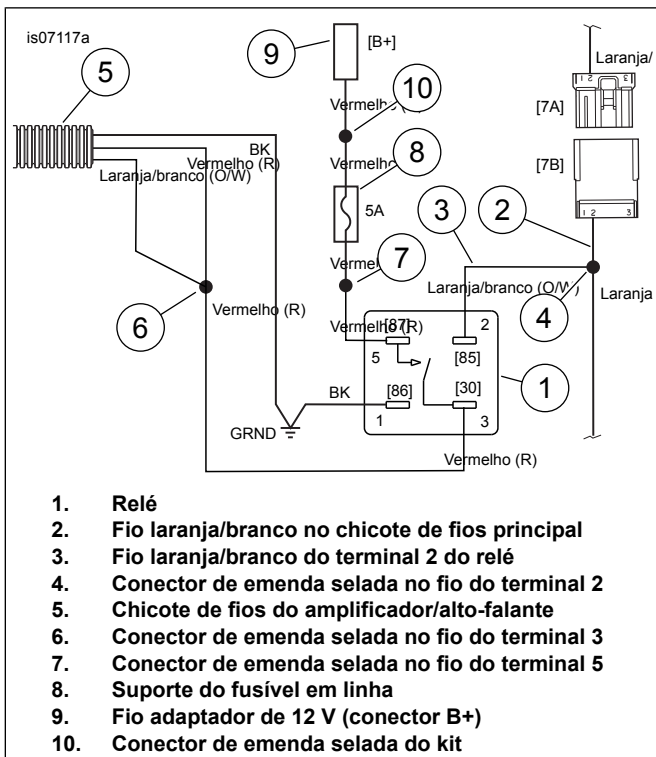
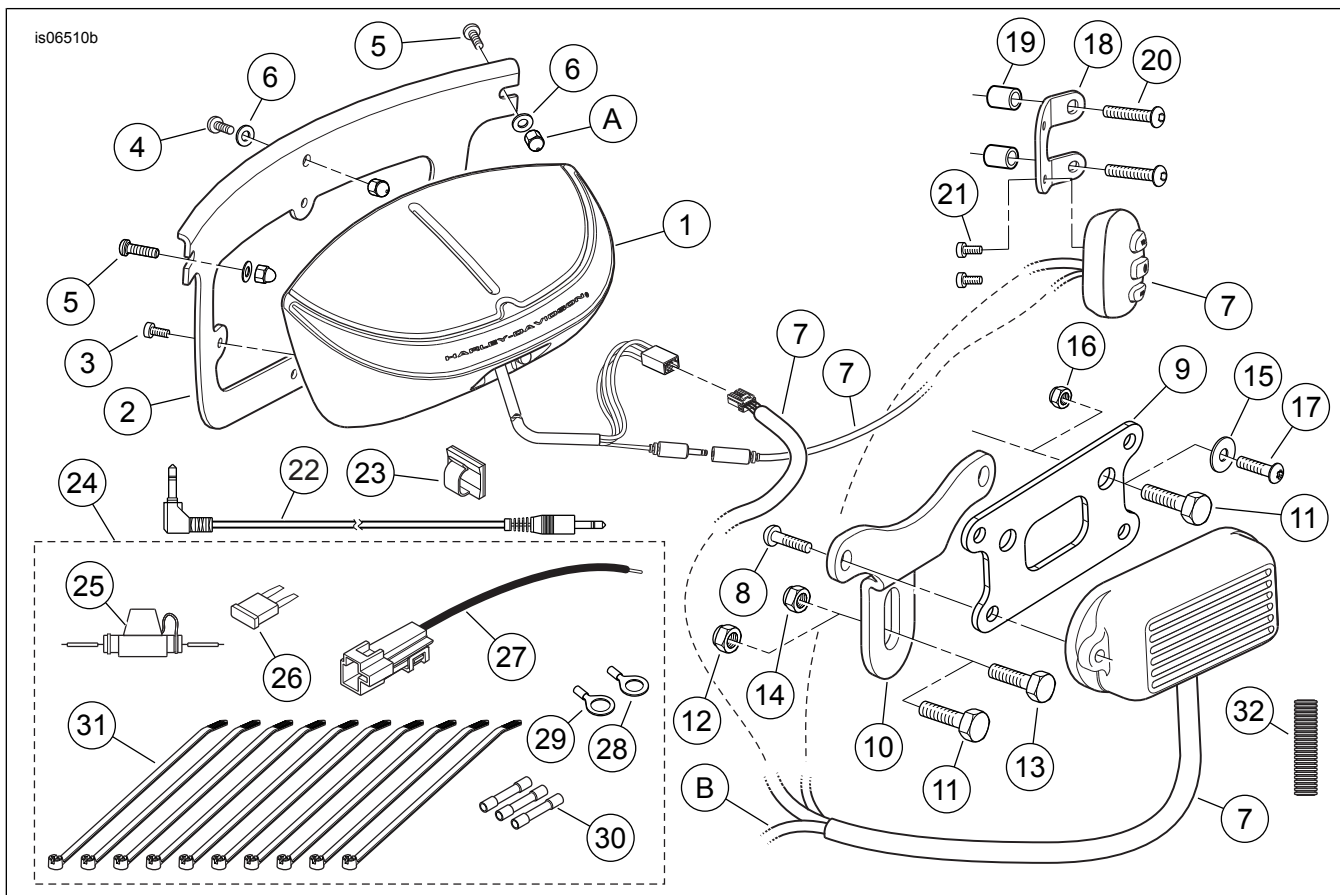

Figura 5. Diagrama da fiação, chicote de fios do alto-falante/amplificador até o relé
Figura 7. Kit de peças de reposição, amplificador e alto-falante montados no para-brisa
2. Veja Figura 7. Pegue o pacote de ferragens elétricas (24) **DESTE** kit.
3. Selecione o suporte do fusível em linha (25) e um conector de emenda selada azul (30) do pacote de ferragens.
5. Veja Figura 5. Encontre um local adequado sob o assento para o relé (1), de modo que os terminais fiquem **voltados para baixo ou horizontalmente**. Os terminais não devem ficar voltados para cima.
6. Corte o fio **laranja/branco** do **chicote de fios principal** (2) próximo do conector da iluminação traseira [7].
7. Consulte o apêndice do Manual de serviço. Use um dispositivo de aquecimento por radiação adequado para emendar e vedar os dois fios laranja/brancos cortados no conector de emenda selada (4) no fio laranja/branco (3) do terminal 2 do relé.
13. Veja Figura 7. Selecione o terminal de anel de 6,4 mm (1/4 in) de diâmetro interno (28) do pacote de ferragens elétricas.
2. Enrole o excesso de fio sob o tanque de combustível, dentro da nacela ou embaixo do prendedor do guidom onde ele não interferirá com a função da direção. Instale o fusível de 5 A (26) no suporte do fusível em linha no fio vermelho.
4. Veja Figura 7. O conector de 3,5 mm do controle manual pode ser fixado no guidom com abraçadeiras ou fixado no prendedor triplo superior ou na nacela com a presilha com adesivo na parte traseira (23) do kit. Se estiver usando a presilha: